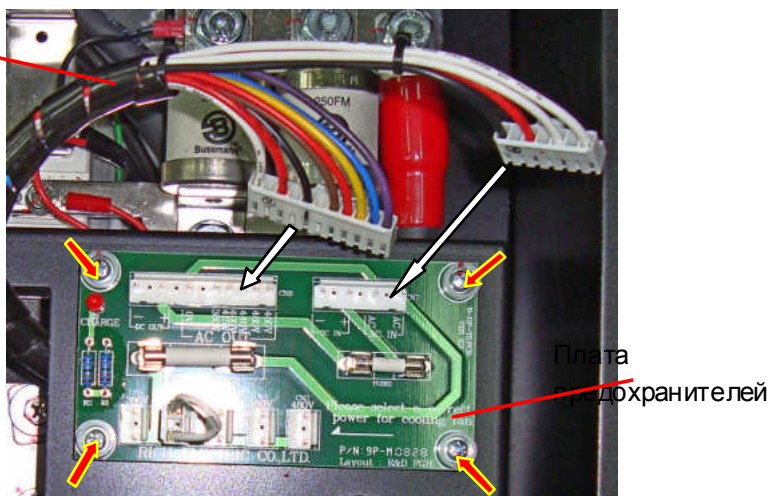

Рис. 7.31.
7.16.1. Установить плату предохранителей над резьбовыми отверстиями блока конденсаторов. Закрепить плату четырьмя винтами (рис. 7.31).